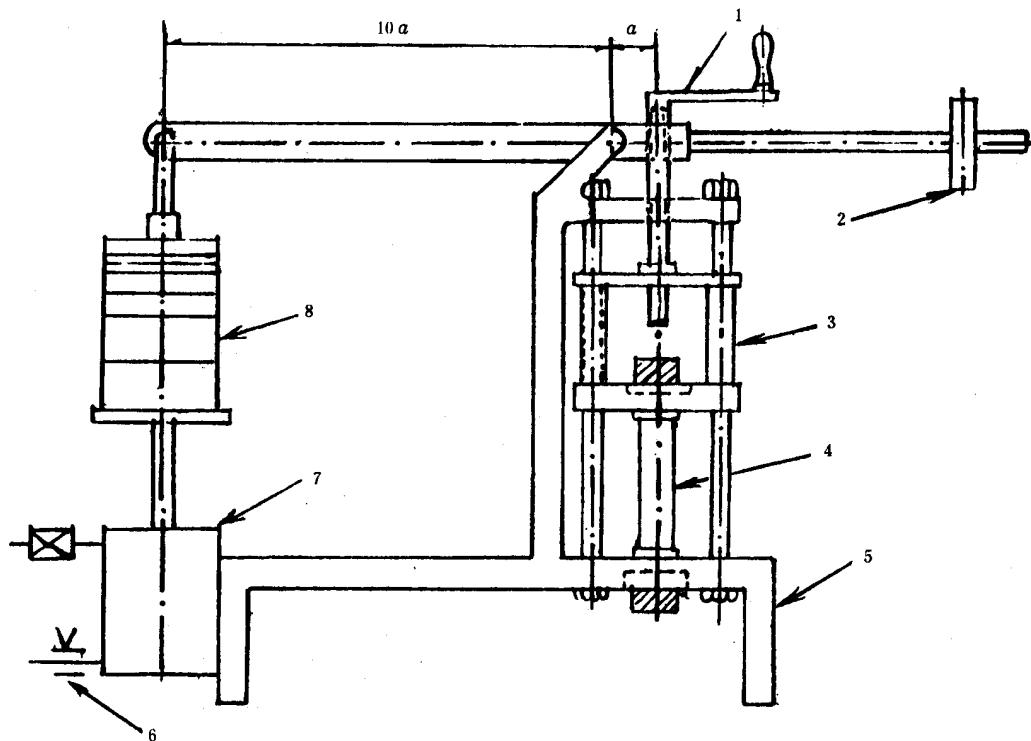

图 1 拉力计简图
3.2.1 使用拉力计时,应使试样保持在恒定的纵向拉力下(见图 1)。